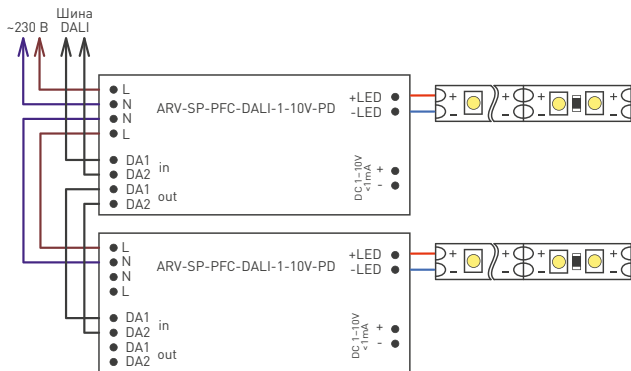

Рис. 1. Структурная схема соединения оборудования при использовании управления DALI
- 3.6. Если используется управление DALI, подключите провода к шине DALI (обозначены как DA1 и DA2). Структурная схема соединения оборудования при управлении DALI показана на рис. 1.